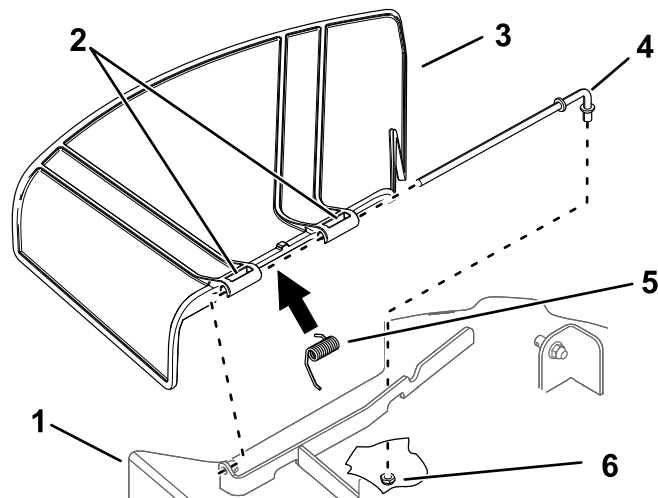

Figura 69
- Retire la tuerca ($\frac{3}{8}$ " de la varilla (debajo del cortacésped) (Figura 69).
- Retire la varilla del soporte de la carcasa, del muelle y del deflector de hierba (Figura 69).
- Instale el deflector de hierba nuevo (Figura 69).
- Deslice la varilla por el segundo pivote del deflector de hierba (Figura 69).
- Sujete el extremo trasero de la varilla al cortacésped con una tuerca ($\frac{3}{8}$ " de la varilla), según se muestra en Figura 69.